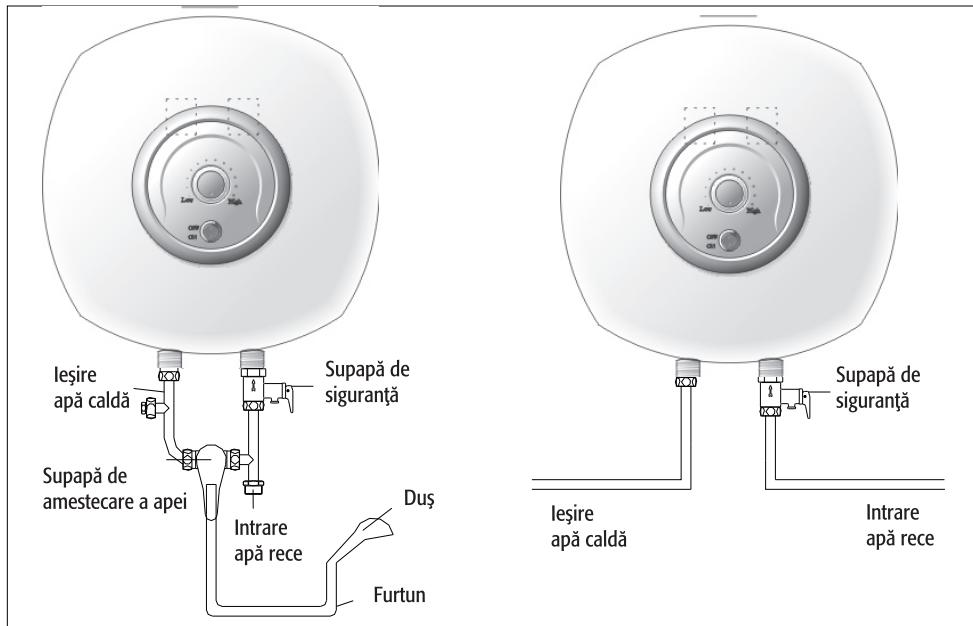

Figura 3
- ① Înșurubați supapa de siguranță la racordul de intrare a apei reci.
- ② Dacă alimentarea cu apă se face prin mai multe puncte, racordați conductele de intrare și ieșire a apei în punctele corespunzătoare special prevăzute. (Figura 3)
- ③ Pentru umplere, după finalizarea operației de racordare hidraulică, deschideți orice robinet de apă caldă, apoi deschideți robinetul general de apă (dacă utilizați un amestecător, roțiți mânerul spre poziția „apă caldă” până la capătul cursei). După câteva minute, va începe să curgă apă din robinetul de apă caldă, ceea ce înseamnă că rezervorul este plin. Închideți robinetul de apă caldă.
- ④ Verificați fiecare racord pentru a vă asigura că nu există pierderi de apă.